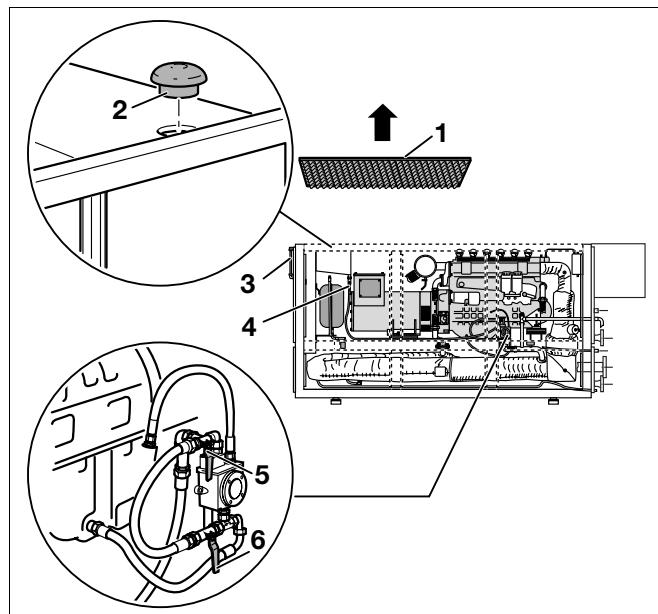
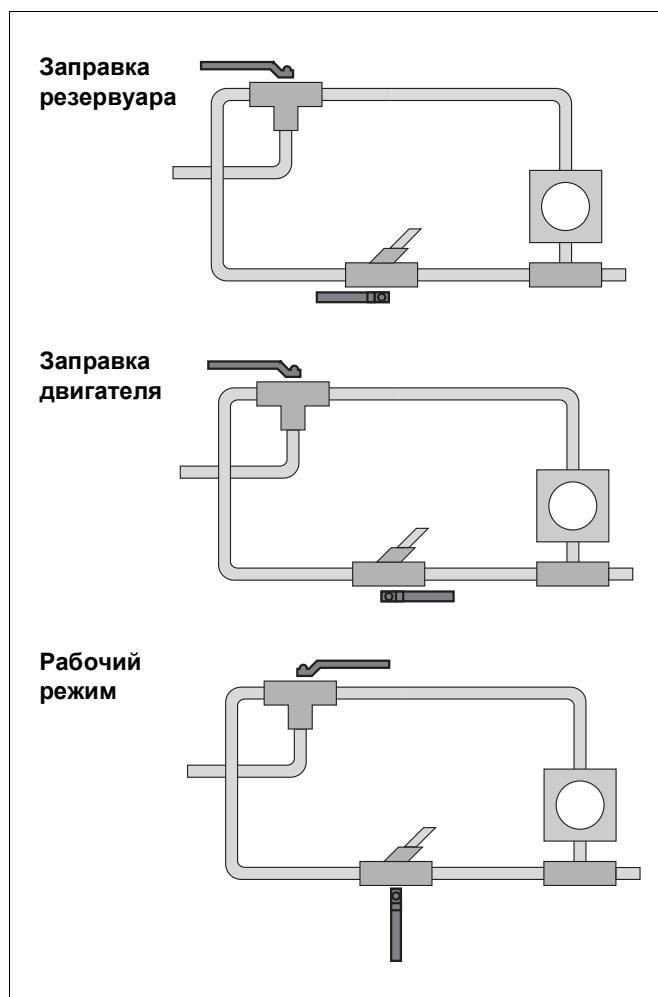

Рис. 18 Дополнительный резервуар для свежего масла и автоматика системы смазки
Рис. 19 Установка запорных кранов на приборах автоматики системы смазки при внешнем заполнении маслом
- Снять верхнюю переднюю шумопоглощающую крышку (рис. 18, **поз. 1**).
- Залить смазочное моторное масло в дополнительный резервуар для свежего масла через штуцер для наполнения (рис. 18, **поз. 2**).
- Проверить уровень масла в дополнительном резервуаре через смотровое стекло, расположенное на передней стороне модуля (рис. 18, **поз. 3**).
- для дополнительного резервуара со свежим маслом: "ОТКР" (рис. 18, **поз. 4**).
- для приборов автоматики системы наполнения: "Рабочий режим" (рис. 18, **поз. 5** и **6**, а также рис. 19).
(рис. 18, **поз. 5** и **6**, а также рис. 19)
- для дополнительного резервуара со свежим маслом: "OTKR./AUF" (рис. 18 на странице 25, **поз. 4**),
- для приборов автоматики системы наполнения: "Заправка резервуара" (рис. 18 на странице 25, **поз. 5 и 6**, а также рис. 19).
- Проверить уровень масла в дополнительном резервуаре через смотровое стекло, расположенное на передней стороне модуля (рис. 18 на странице 25, **поз. 3**).
- для приборов автоматики системы наполнения: "Рабочий режим" (рис. 18 на странице 25, **поз. 5 и 6**, а также рис. 19).